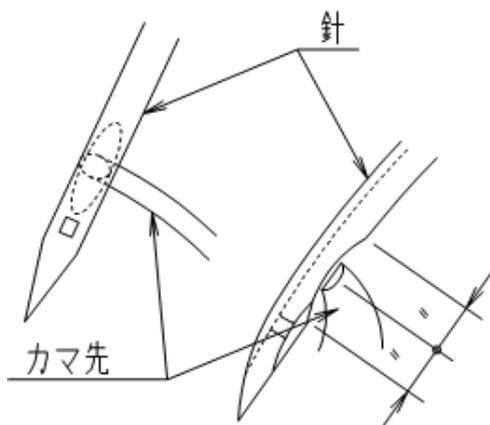

図 2
- 4) ミシン側面のブレーキ解除スイッチを”解除”にして、ハンドルを回転方向に回して、針が最下点から上がっている状態で、カマ先が針の左端で、カマ先が針のエグリの中心（図2）になっているか確認する。